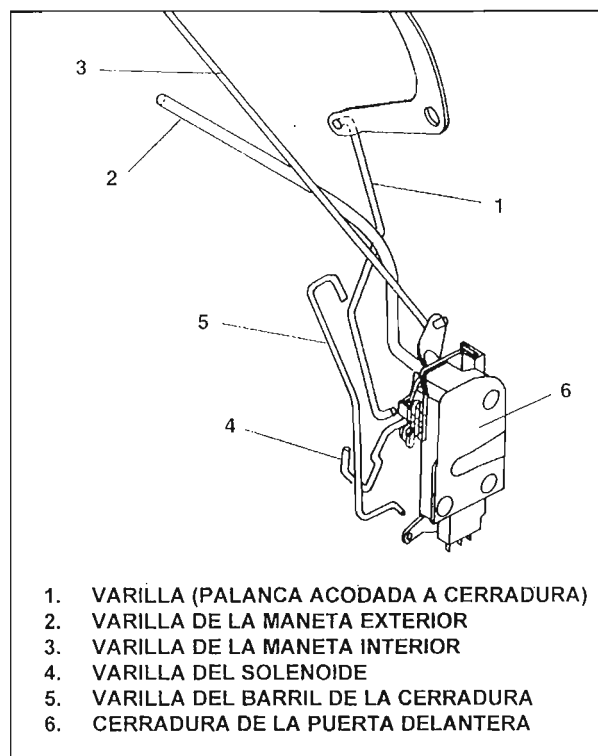

Fig. 11.
8. RETIRADA/ INSTALACIÓN DE LA CERRADURA DE LA PUERTA (Fig.11&12)